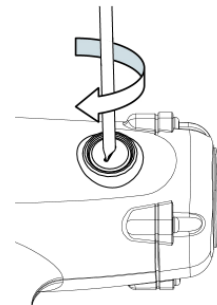

Abb. 6
- Verriegeln Sie die Karbonbürstenplatte erneut im Uhrzeigersinn mit dem abgeschrägten Werkzeug. (Abb. 6).